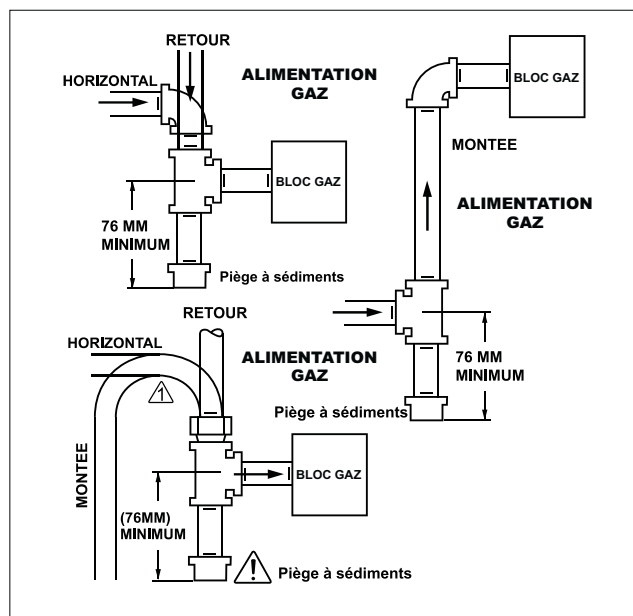

Figure 8: Piège à sédiments (si nécessaire)
2. Installer le piège à sédiments (si nécessaire) sur la ligne d'alimentation en gaz pour éviter toute contamination du bloc gaz (voir figure 8).